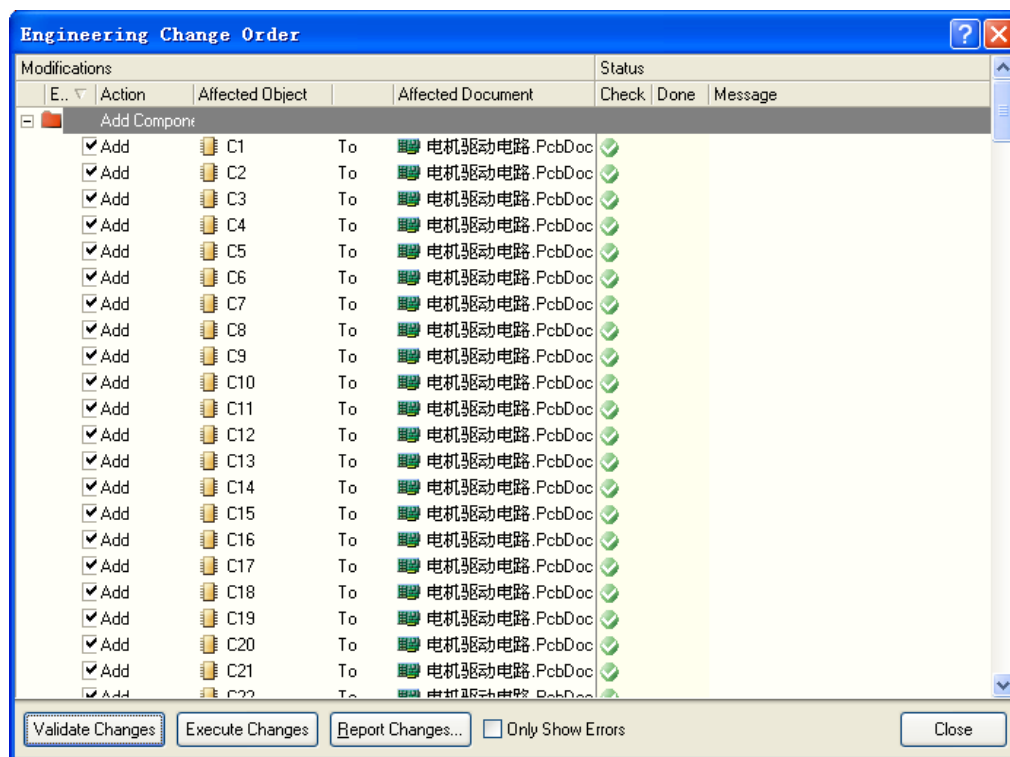
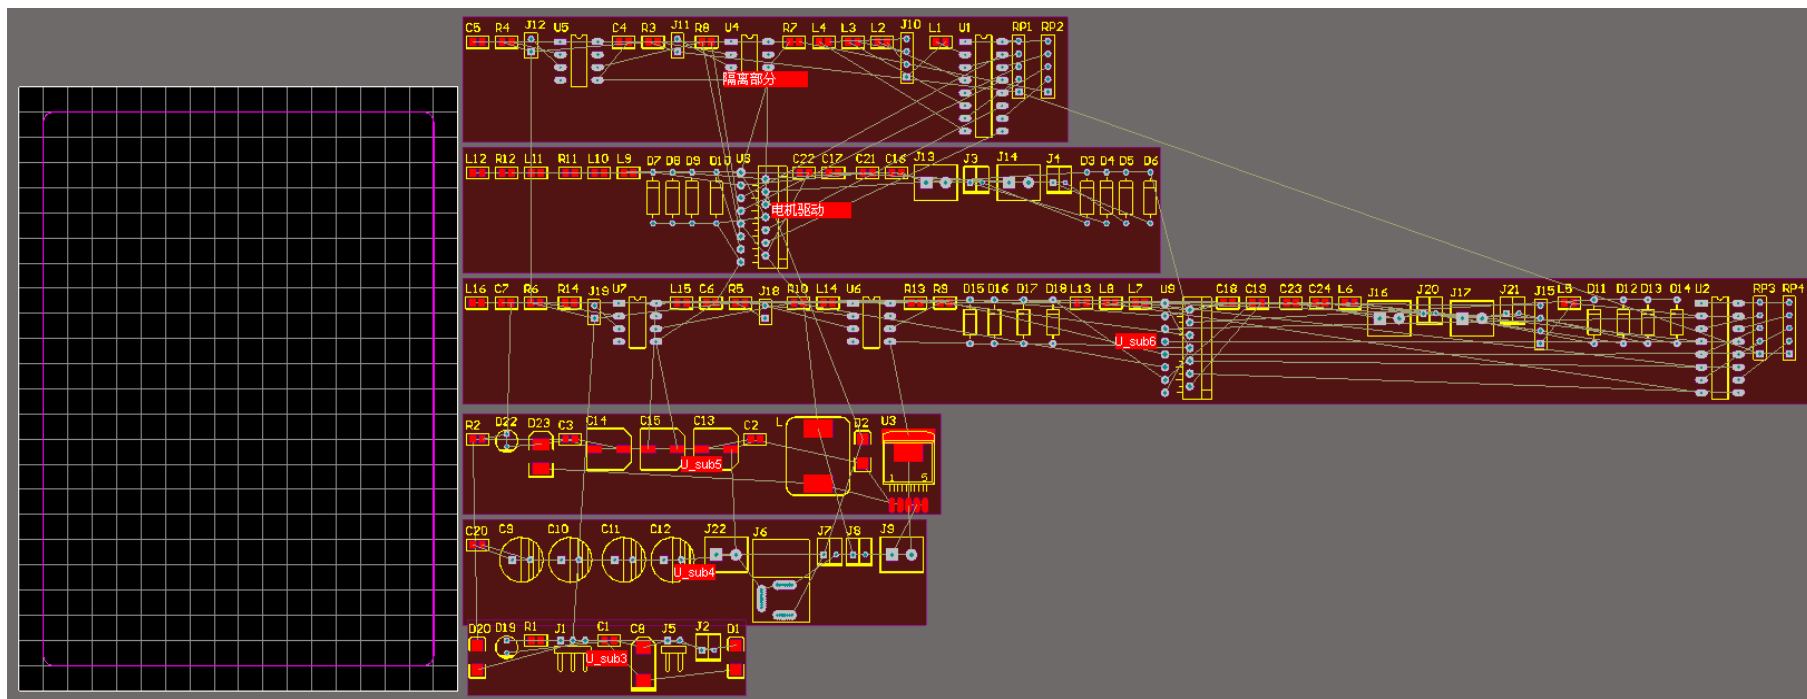

图11-35验证更新
图11-36 数据转移到“电机驱动电路.PcbDoc”的PCB板上
(7) 按“”按钮验证一下有无不妥之处，程序将验证结果反应在对话框中，如图11-35所示。
(8) 在图11-35中，如果所有数据转移都顺利，没有错误产生，则按“”按钮执行真正的操作，然后按“Close”按钮关闭此对话框，原理图的信息转移到“电机驱动电路.PcbDoc”PCB板上，如图11-36所示。
(9) 在图11-36中包括